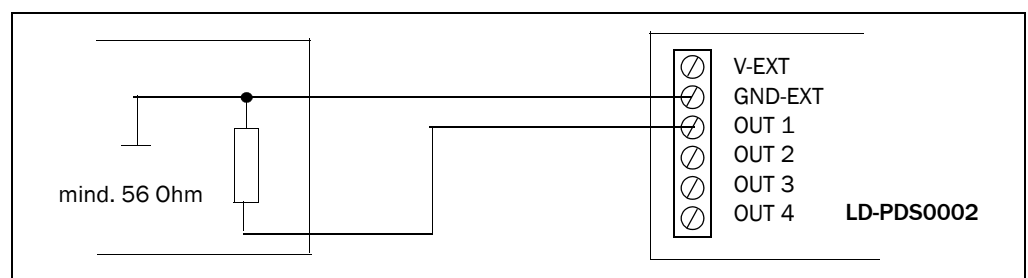

Abb. 5-4: Beschaltung des Schaltausgangs „OUT 1“
Abb. 5-4 zeigt die Beschaltung des Schaltausganges „OUT 1“. Tab. 5-5 beschreibt die Kenndaten für alle Ausgänge. Die Kenndaten der vier Ausgänge sind gleich.
- Ausgänge beschalten, wie beispielhaft in Abb. 5-4 dargestellt.